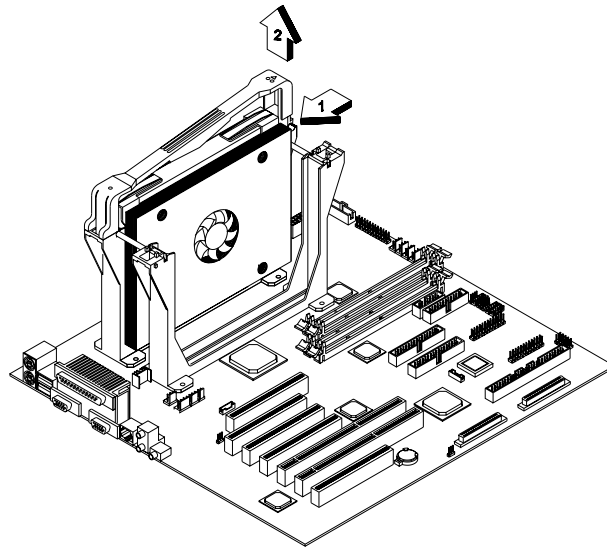

Figura 3-8 Desanclado de la tapa del mecanismo de retención
2. Desancló la tapa del mecanismo de retención como muestra la Figura 3-8.